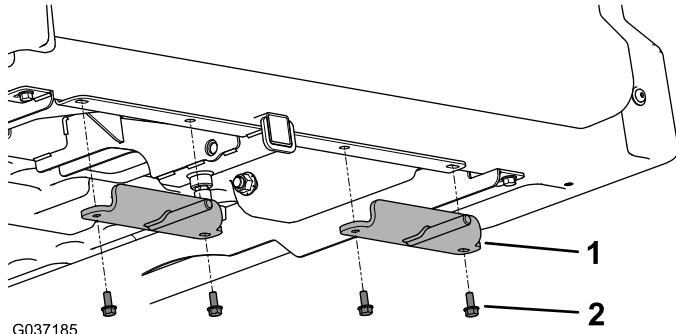

Bild 3
2. Befestigen Sie die zwei Stützhalterungen mit zwei Sechskantbundschrauben (5/16" x 3/4") an der Unterseite der Ladepritsche, wie in Bild 3 dargestellt.